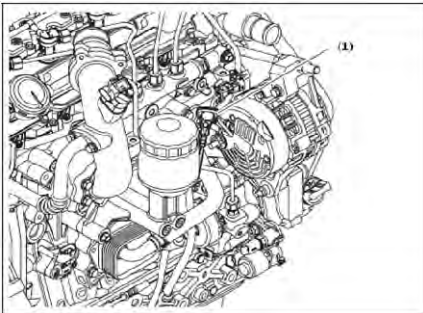

Рис. 5-3
4. Вытащите вверх масломерный щуп (Рис. 5-3, (1)).
6. Вставьте масломерный щуп (Рис. 5-3 (1)) в отверстие гнезда щупа.